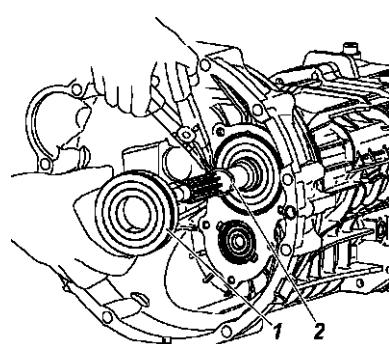

Рис. 6.8. Снятие пружинного стопорного кольца и подшипника первичного вала:
8. Снимите подшипник 1 первичного вала (рис. 6.8.), предварительно сняв пружинное стопорное кольцо 2.